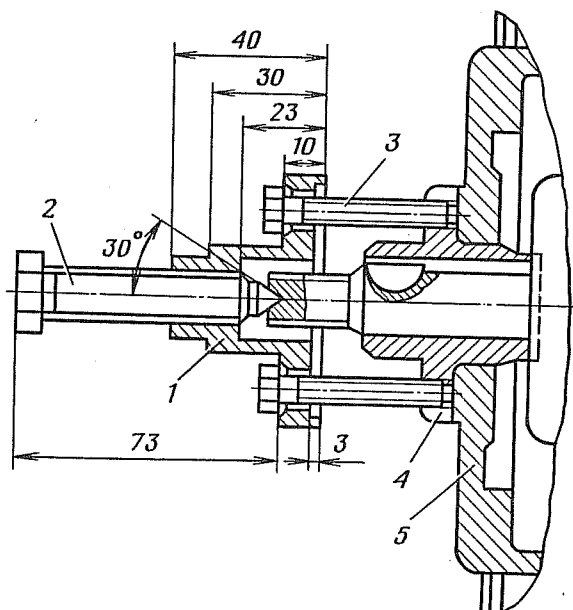

Рис. 88. Снятие колеса вентилятора:
- 1.7. Спрессовать колесо 5 (рис. 88) вентилятора в сборе со ступицей с вала генератора (съемник, ключ 19).